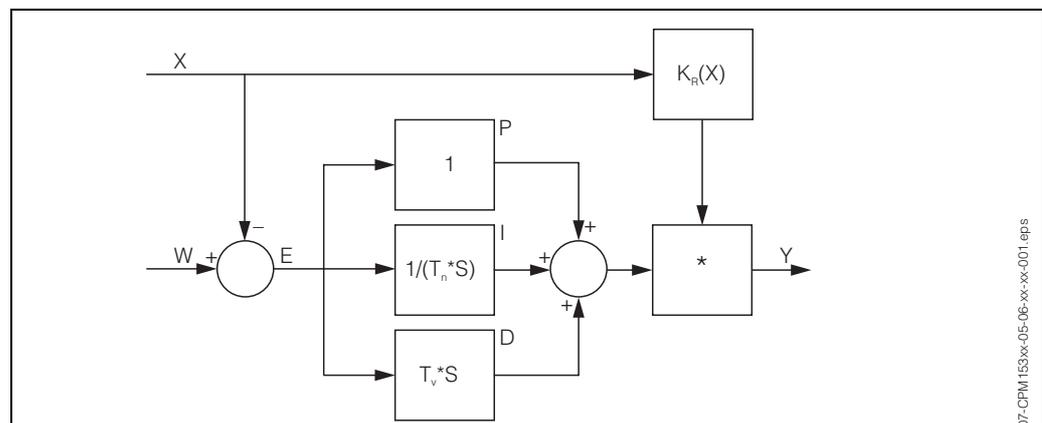

Рис. 21: Схема контроллера CLM 153 с $K_R(X)$ как "общий прирост".
- Фактор $K_R(X)$ является общим приростом (см. Рис. 21. Это реализовано в CLM 153).